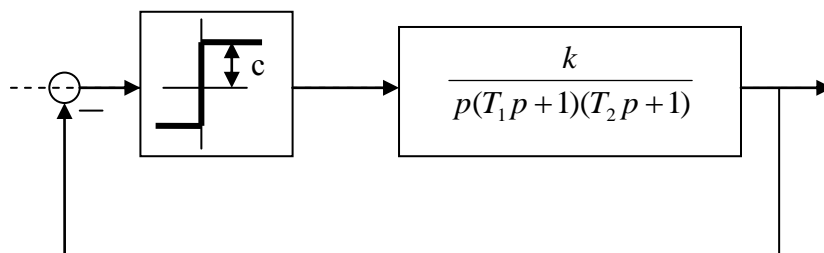

Рис. 1.
6. Методом гармонического баланса определить амплитуду и частоту автоколебаний в системе, представленной на рис. 1. Эквивалентный комплексный передаточный коэффициент (описывающая функция) нелинейного элемента принять $J(A) = \frac{4 \cdot c}{\pi \cdot A}$.
7. Структура амплитудно-импульсной системы приведена на рис. 1. Период $T=1 \text{ с.}$